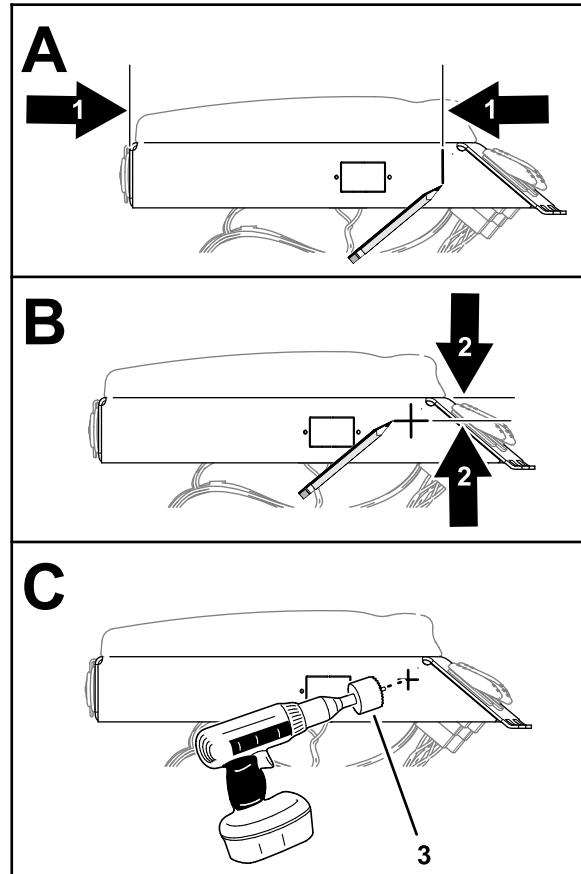

Figura 104
1. Mida 260 mm desde el extremo trasero del panel del brazo, y marque el panel (Figura 104).
2. Mida 35 mm desde el extremo superior del panel del brazo, y marque el panel (Figura 104).
5. Perfore un orificio de 17 mm en el panel del brazo, en la marca del punzón (Figura 104).